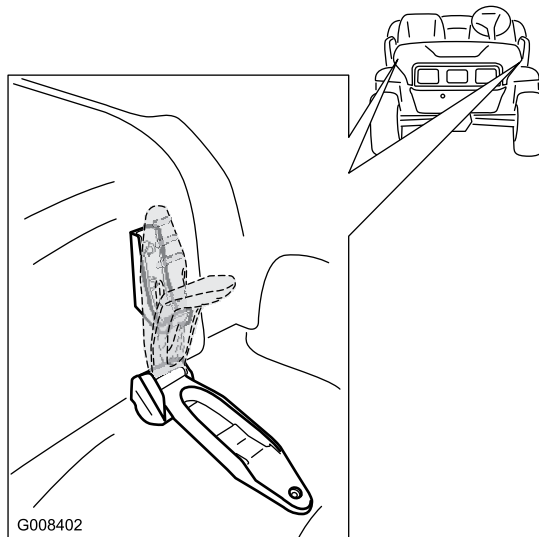

Рисунок 27
1. Поднимите ручки резиновых фиксаторов с каждой стороны капота (Рисунок 27).
2. Закрепите капот, совместив резиновые фиксаторы с замками фиксаторов с каждой стороны капота (Рисунок 27).